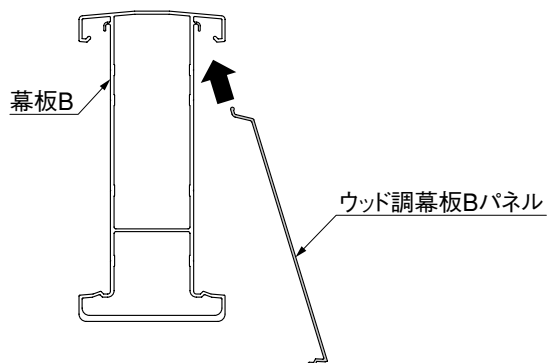

図8-3
- ② ウッド調幕板Bパネル上部を幕板Bに差込んでください。(図8-3参照)